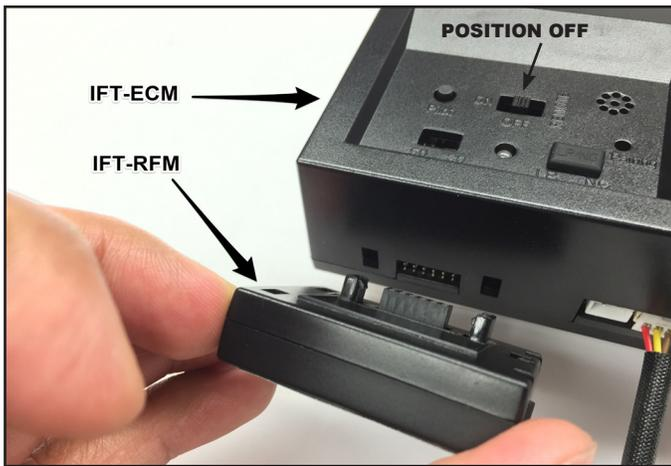

Figure 1. Brancher le IFT-RFM au IFT-ECM
2. Localisez le module de commande électronique IntelliFire™ (IFT-ECM) à l'intérieur de la cavité de contrôle de l'appareil et déplacez l'interrupteur à trois positions à OFF. Voir la figure 1.
3. Branchez le IFT-RFM au IFT-ECM en alignant les broches et languettes, puis poussez le IFT-RFM dans le IFT-ECM, jusqu'à ce que les deux s'enclenchent en position. Veillez à ce que les deux composants soient solidement attachés l'un à l'autre. Voir la figure 1.